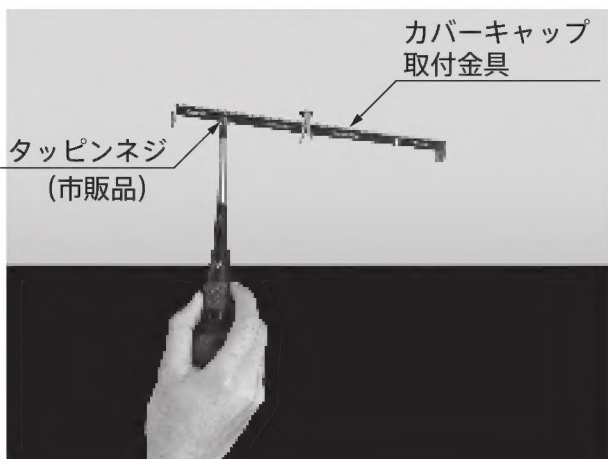

図 2
2. センターキャップ取付金具をタッピンネジ（市販品）にて天井の指定位置に固定します。（図2）